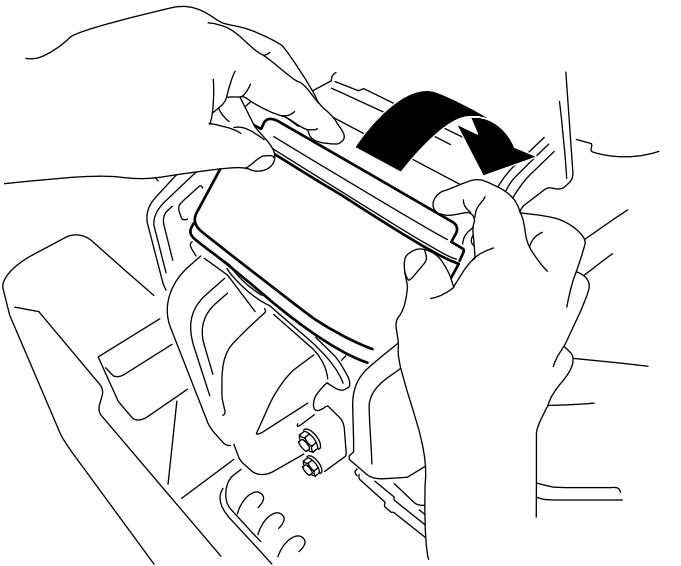

Figura 33
3. Introduzca el filtro en la cámara, girándolo para asentarlo correctamente contra el colector (Figura 33).